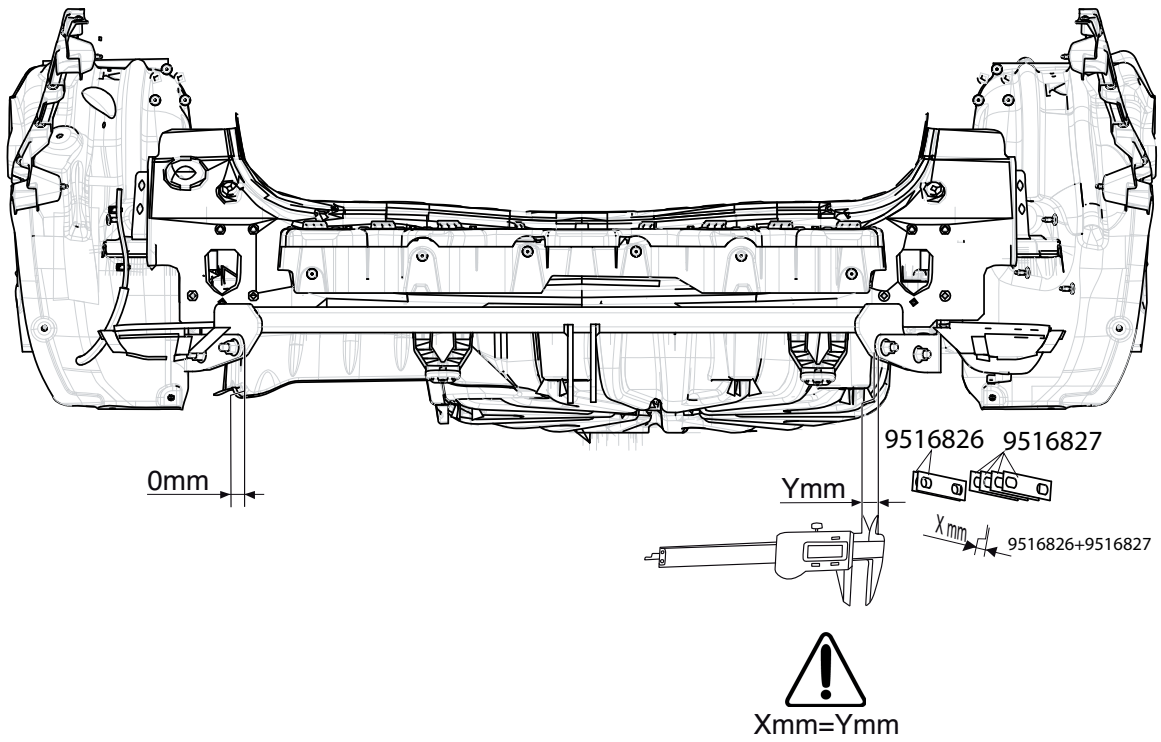

Fig. 2
6. Установить поперечный брус D между опорами В в точках Е и F вместе с наполняющими пластинами, затянув крепежный материал не до конца. См. рисунок 2.